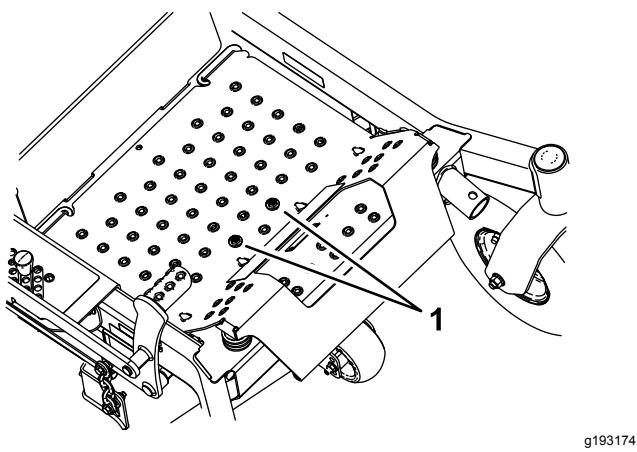

Figura 39
1. Rimuovete il fondo della scocca e i bulloni fissati al medesimo (Figura 39).